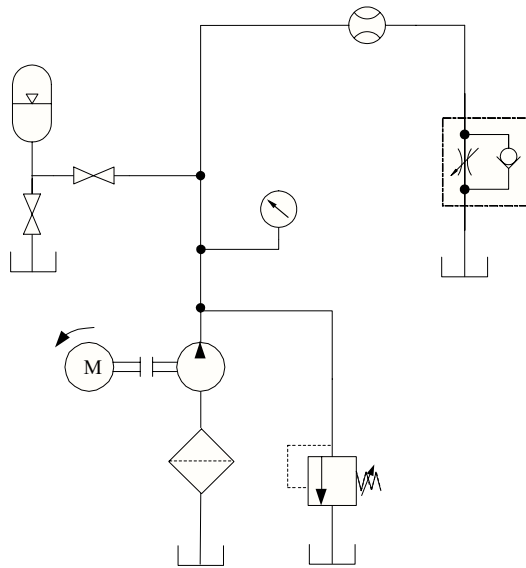

Figura 6.1. Conexión de la bomba hidráulica.
1. Analizar el diagrama que se muestra en la figura 6.1. Cerrar la válvula de alimentación al acumulador.
2. Tomar el material con que va a trabajar y ensamblar los componentes de acuerdo al diagrama de la figura 6.1.